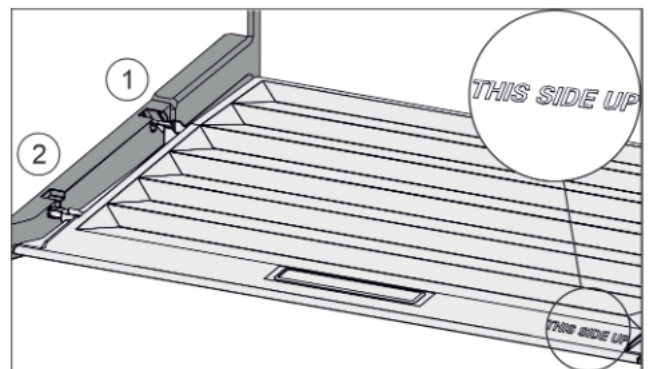

Fig. 92
- Inserire le nervature del coperchio attraverso l'apertura del supporto posteriore Fig. 92 (1) e innestare anteriormente nel supporto Fig. 92 (2).